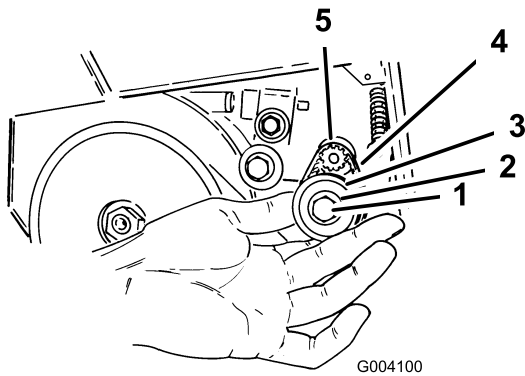

Figure 22
5. Retirez les 2 rondelles et la petite poulie (Figure 22).
6. Déposez la petite courroie (Figure 22) et mettez-la au rebut.
9. Glissez la courroie par-dessus la poulie de l'arbre du moteur (Figure 22).
11. Installez la grande courroie sur la petite poulie (Figure 22) (voir Remplacement de la grande courroie).